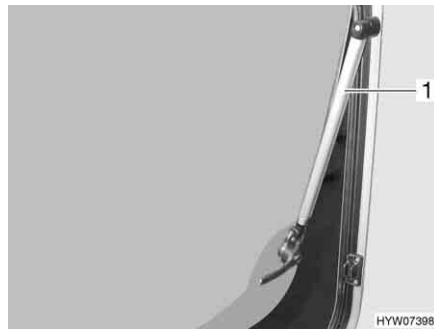

Fig. 75 Fenêtre projetante avec bras automatiques
- Ouvrir la fenêtre projetante jusqu'au cran d'arrêt souhaité. Le bras automatique (Fig. 75,1) s'enclenche automatiquement.